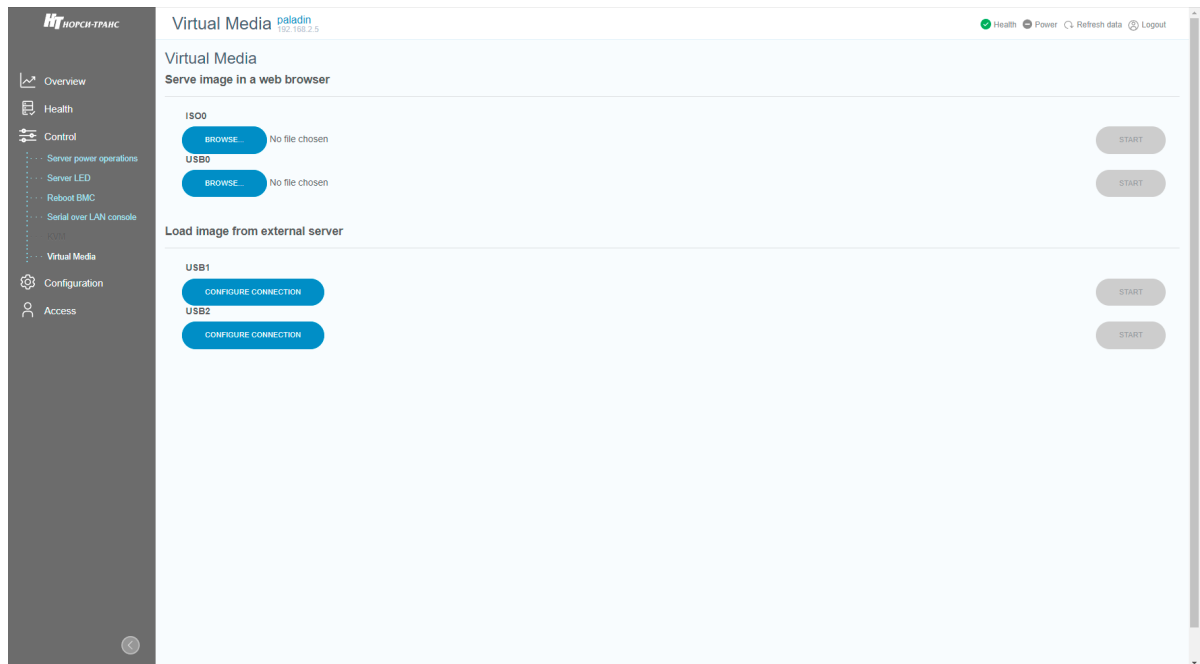

Рис. 74. Окно «Virtual Media»
- 7) Пройдите во вкладку «Control» → «Virtual Media» в данной вкладке осуществляется виртуальное подключение периферийных устройств. Окно показано на рис. 74 Окно «Virtual Media»